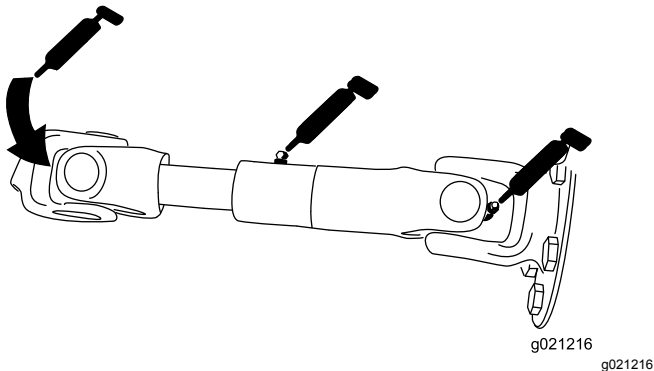

Figura 76
- Albero di trasmissione della pompa (3) (Figura 76)